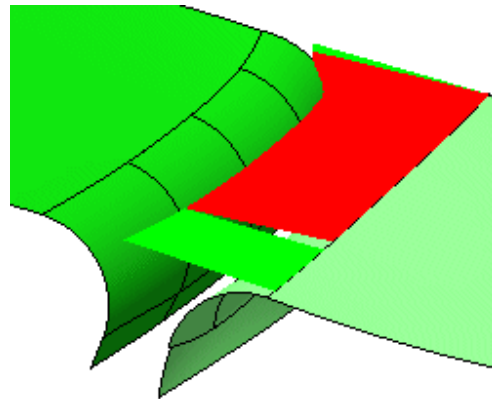

Figura 2.170 Resultado del análisis generado con Shaded.
- **Shaded:** la salida del resultado del análisis no sale con líneas como antes, sino que sale con superficies a color. Las desviaciones en la dirección normal de la referencia se muestran en rojo, las desviaciones en la dirección opuesta se muestran en verde (Figura 2.170).